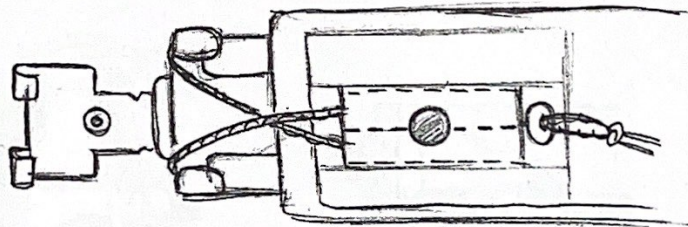

Рисунок 4
- снять страховочную резинку, препятствующую выпадению ленты с кронштейна рис. 4;